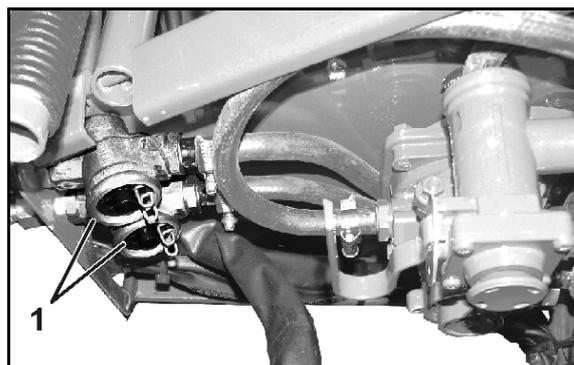

Рис. 143
1. Сожмите замок в обеих лапках (Рис. 143/1).